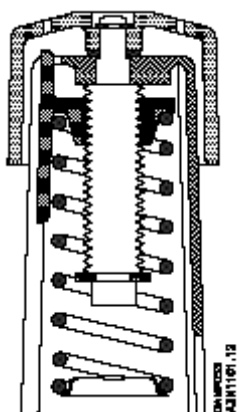

Рис. 1
1. Установочная секция с маховичком, контрольная пружина и установочная шкала (Рис. 1);